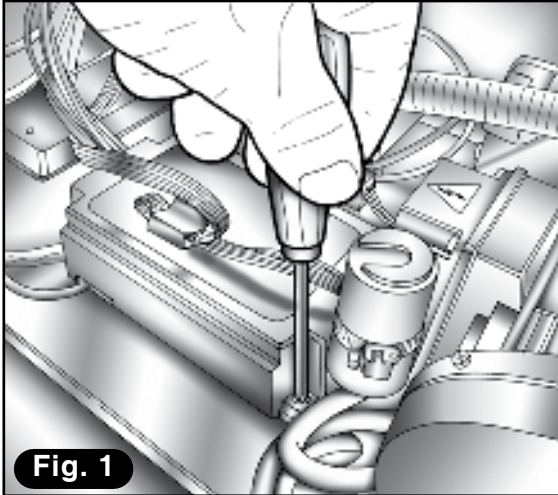

Fig. 1
- 4) Schutzabdeckung der Leistungskarte abschrauben (**Abb. 1**).